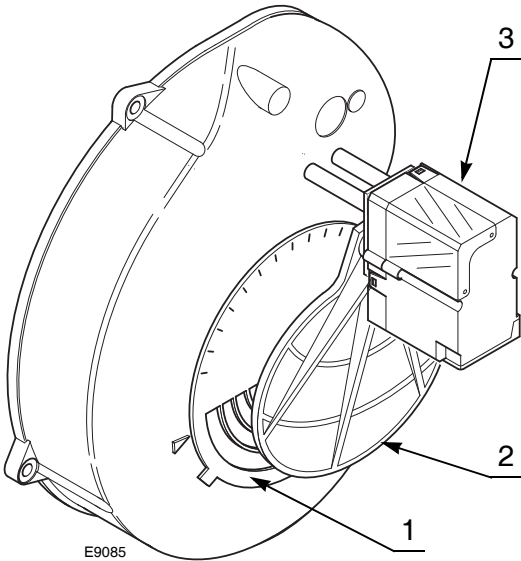

图 14
- 按以下步骤调节伺服马达 3) (图 14)：
凸轮 V 调节风门挡板至一段火位置 2) (图 14)。
使用风门挡板罩对二段火风量进行调节 1) (图 14)。